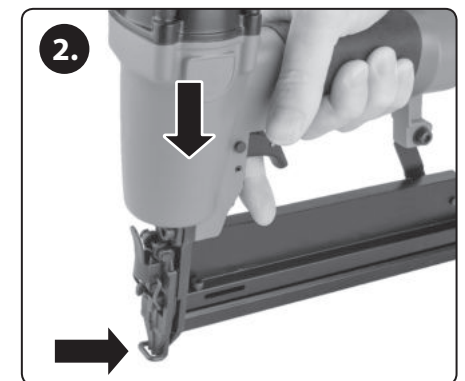

Abb. 5b
2. Drücken Sie den Druckluftnagler gegen die Werkstückoberfläche, ohne den Auslöser zu betätigen, um den Kontaktschalter zu drücken (Abb. 5b, Schritt 2.).